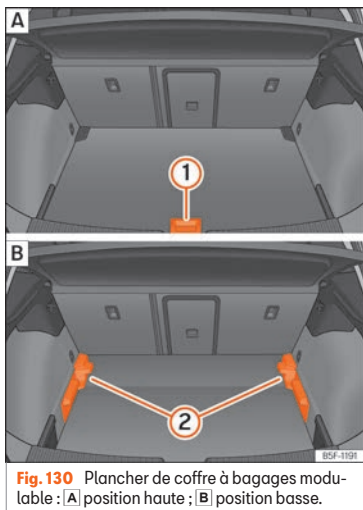

Fig. 130 Plancher de coffre à bagages modulaire : [A] position haute ; [B] position basse.
- Pour passer de la position basse en position haute, relevez le plancher avec la poignée »» fig. 130 ①, tirez-le vers l'arrière jusqu'à ce que la partie avant du plancher dépasse complètement les supports »» fig. 130 ②.
- Déplacez le plancher vers l'avant sur ces derniers jusqu'à ce qu'il bute contre le dossier de la banquette arrière et ensuite, abaissez le plancher avec la poignée ①.
- Pour passer de la position haute en position basse, relevez le plancher avec la poignée »» fig. 130 ①, tirez-le vers l'arrière jusqu'à ce que la partie avant du plancher dépasse complètement les supports »» fig. 130 ②.
- Lorsque le plancher modulaire se trouve en position haute, relevez-le à l'aide de la poignée »» fig. 130 ①, tirez-le et repoussez-le vers le dossier de la banquette arrière jusqu'à ce qu'il se plie au niveau de la charnière et que sa partie mobile repose contre le dossier.